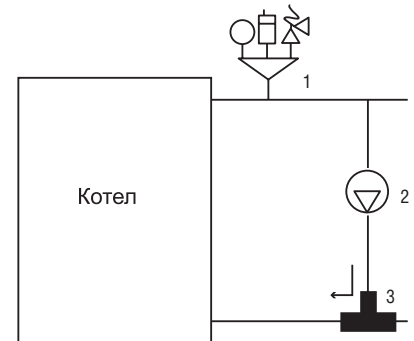

Рис. 10
- При монтаже котлов Kobold PRO необходимо установить на выходе теплоносителя группу безопасности, включающую в себя автоматический воздухоотводчик, манометр и аварийный сбросной клапан на 3 бар (рис.10, поз.1). Отвод теплоносителя из сбросного клапана необходимо обеспечить в дренажную линию с разрывом струи;